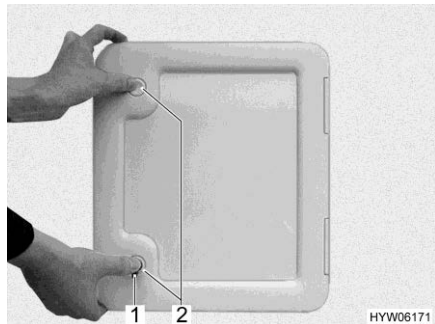
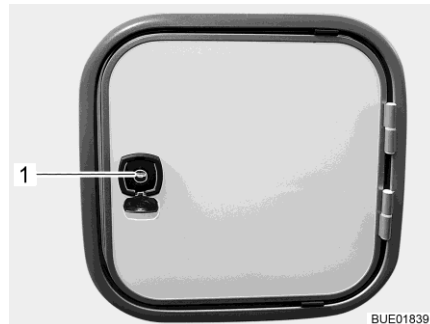

Bild 267 Klappe für Fäkalientank
Bild 268 Klappe für Fäkalientank (Alternative)
- Klappe für den Fäkalientank außen am Fahrzeug öffnen. Dazu den Schlüssel in den Schließzylinder des Schlosses (Bild 267,1 bzw. Bild 268,1) stecken und eine viertel Umdrehung drehen.
- Wenn vorhanden: Beide Druckschlösser (Bild 267,2) gleichzeitig mit dem Daumen drücken und die Klappe öffnen.